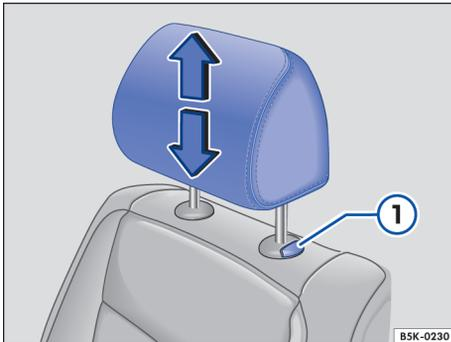
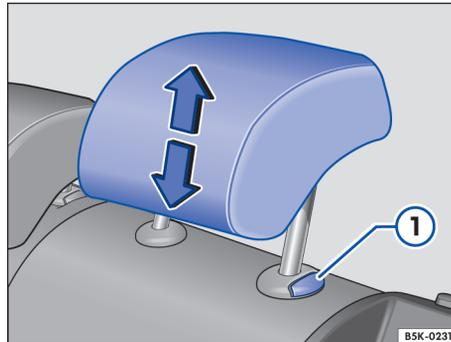

Fig. 41 Ajuste de los apoyacabezas delanteros.
Fig. 42 Ajuste de los apoyacabezas traseros.
- Tire del apoyacabezas hacia arriba, en el sentido de la flecha, o desplácelo hacia abajo a la vez que presiona la tecla ⇒ fig. 41 ① o ⇒ fig. 42 ① ⇒ .